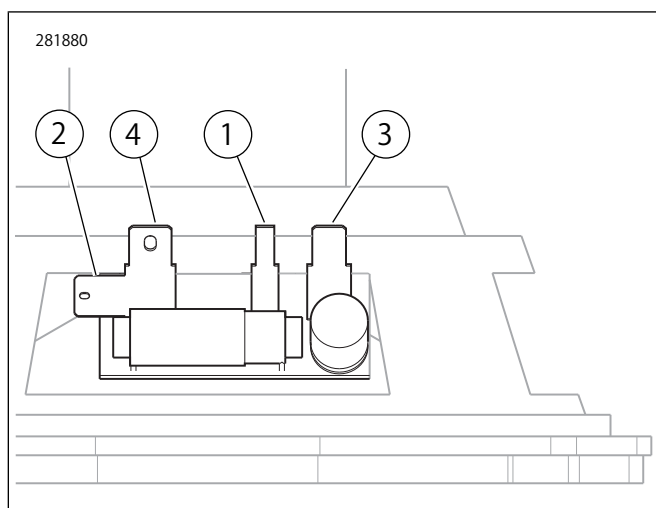

図5。バグガースピーカースピードターミナル
3. 図5を参照してください。グリルを装着したツイーターのワイヤーをスピーカー後部のスピードターミナル(1)と(2)に接続します。異なるサイズのスピードコンタクトを使用することで正しく組み立てることができます。
6. 図5を参照してください。車体ハーネスのソケットターミナルをスピーカー後部のスピードターミナル(3)と(4)に取り付けます。異なるサイズのスピードコンタクトを使用することで正しく組み立てることができます。